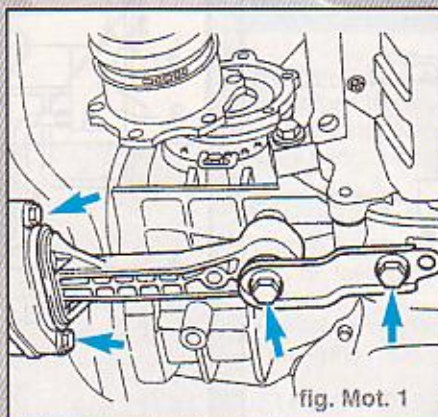

fig. Mot. 1
- Desserrer l'appui pendulaire (flèches) (fig. Mot. 1).